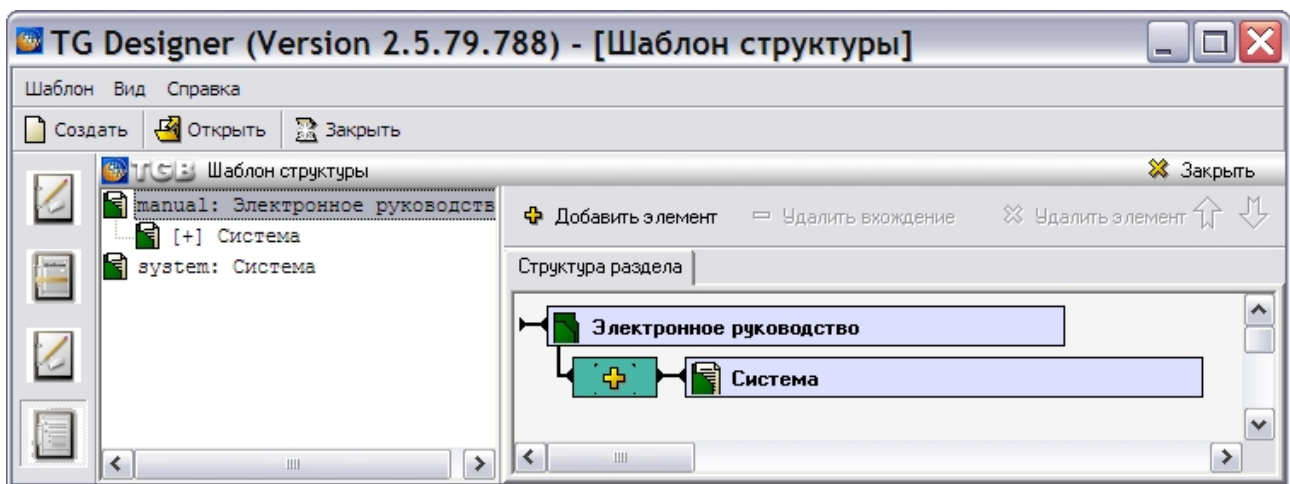

Рис. 4.9
12. Нажмите на кнопку **Применить**. После этого произойдет возврат в окно редактора **Шаблон структуры** (Рис. 4.9).